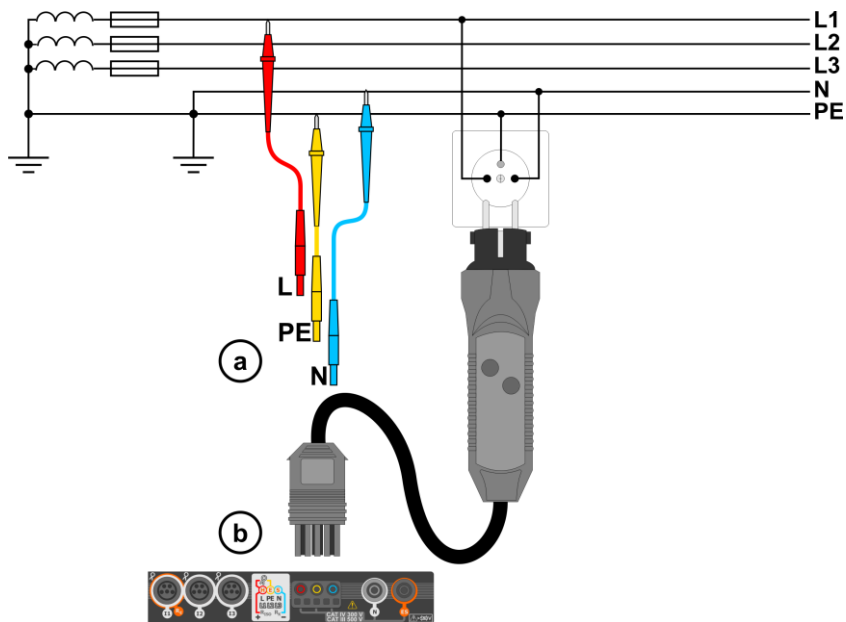

Fig. 3.1 Medición en el circuito L-PE
- 1 Conectar los cables de medición según la Fig. 3.1 o Fig. 3.2.